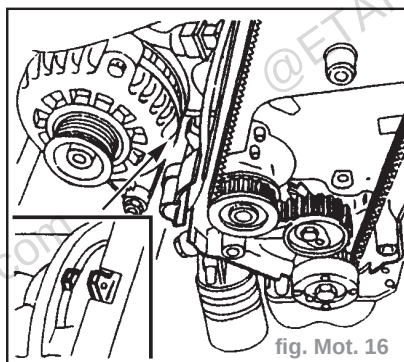

fig. Mot. 16
- Le bossage sur la pompe à eau doit être en regard avec la pièce correspondante du bloc-cylindres (fig. Mot. 16).